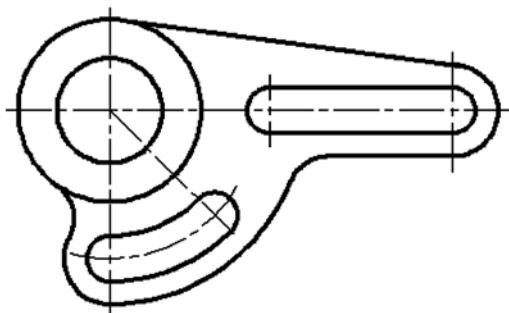

图 8-23 打断中心线的结果
18) 将中心线多余的部分打断掉。单击“在两点之间打断选定的对象”按钮，将中心线多余的部分打断，最后得到的图形效果如图 8-23 所示。在执行打断操作之前，可以临时关闭对象捕捉功能。